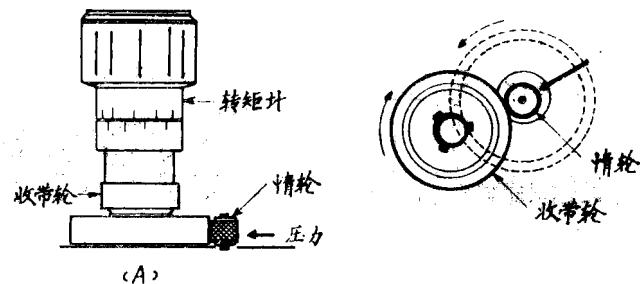

图21
2. 将转矩计装在收带轮上，按下重放按钮使机器处于重放状态。见图21—(A)。
3. 以倒带方向慢慢转动转矩计，使带轮和转矩计指针以同样的速度移动；观察读数应在90—170gr.cm间（规定值）。见图21—(B)。